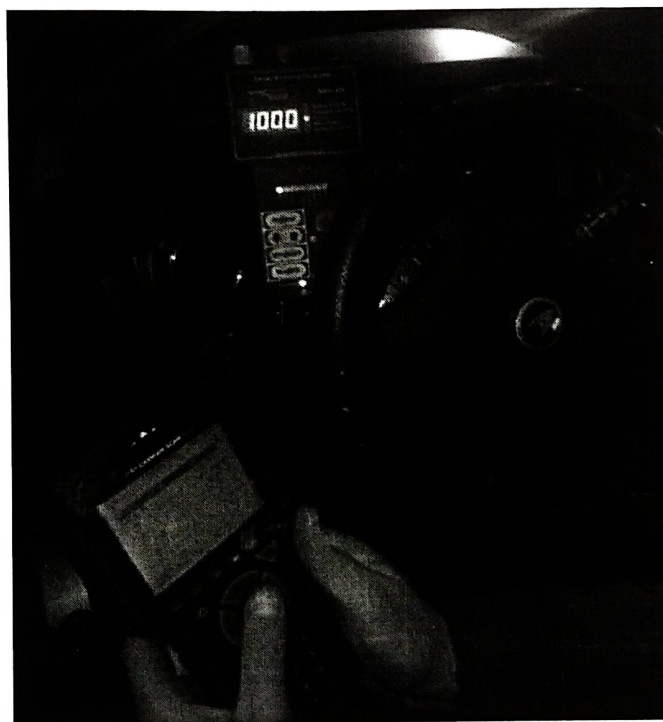

Рисунок 4 – Автомобильный сканер.
- Диагностическое оборудование (рисунок 4). К диагностическому оборудованию относятся автомобильный сканер, цифровые мультиметры, тестеры АКБ, компрессометры, стробоскопы, тестеры давления впрыска топлива.